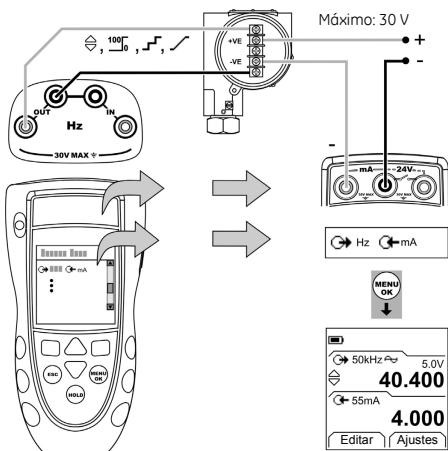

Figura 3: Exemplo de configuração - Calibração de transmissor com alimentação externa do loop
- Conecte o instrumento (Figura 3/4) e, se necessário, ajuste o Conf. (Tabela 1).